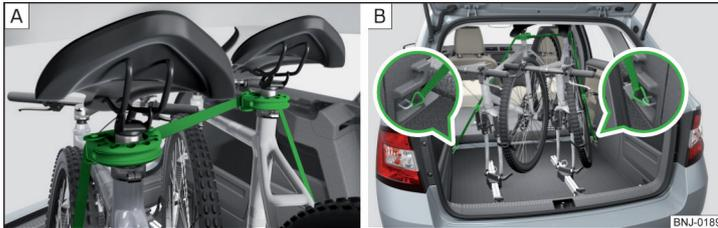

Fig. 114 Assicurare la stabilità delle biciclette con una cinghia
- In caso di trasporto di due biciclette, tendere la cinghia tra le selle, facendo in modo di avvicinare le due biciclette » fig. 114 - [A].
- Attaccare i moschettoni a carabina posti alle estremità della cinghia negli occhielli di ancoraggio inferiori dietro i sedili posteriori » fig. 114 - [B].